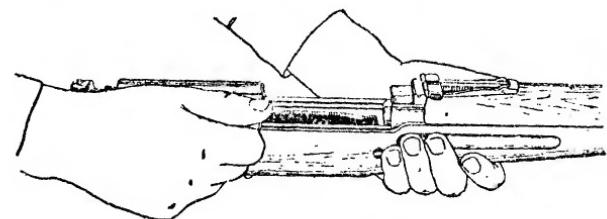

Рис. 59. Отделение стебля с оством затвора
**Отделить затвор:** отвести стебель затвора назад настолько, чтобы направляющий выступ на правой его стенке вышел из паза ствольной коробки (рис. 59). Поворачивая за рукоятку, поднять правую стенку стебля затвора, подать стебель затвора доотказа вперед и, приподнимая его вверх за рукоятку, отделить затвор от ствольной коробки.